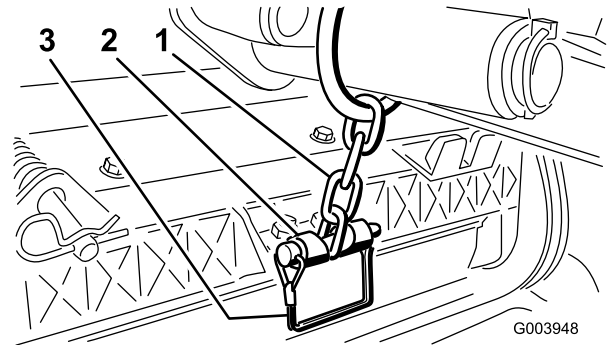

図 12
3. スナッパピンで、昇降アームのチェーンをチェーンブラケットに固定する 図 12。